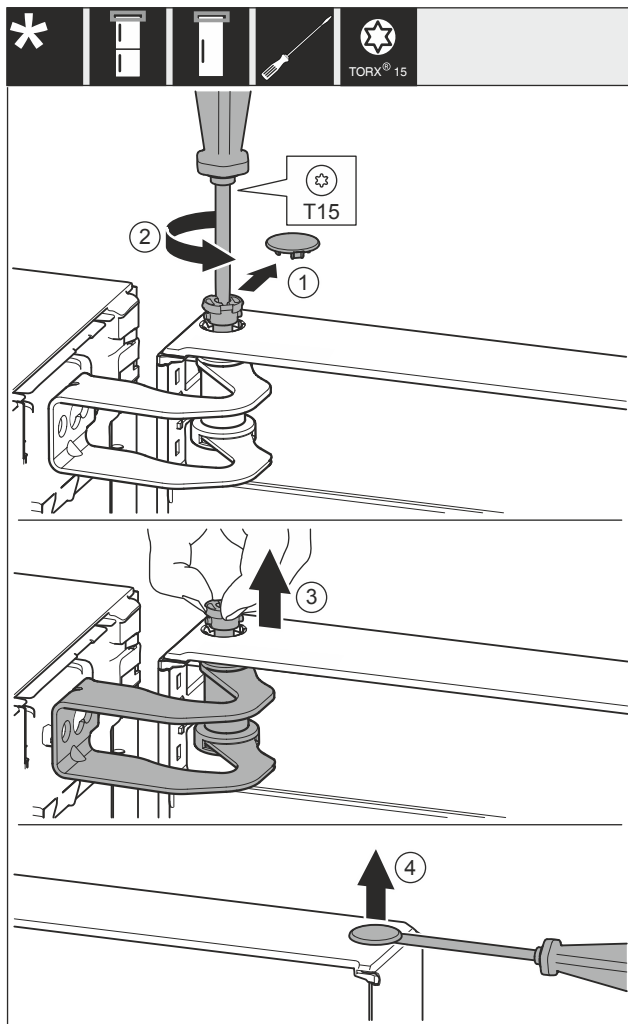

Fig. 8
- ▶ Óvatosan távolítsa el a fedelet Fig. 8 (1).
- ▶ Kissé tekerje ki a csapszeget Fig. 8 (2) csavarhúzóval.
- ▶ Húzza ki az ujjával a csapszeget Fig. 8 (3).
- ▶ Óvatosan emelje meg a fedelet Fig. 8 (4) csavarhúzóval, és távolítsa el.